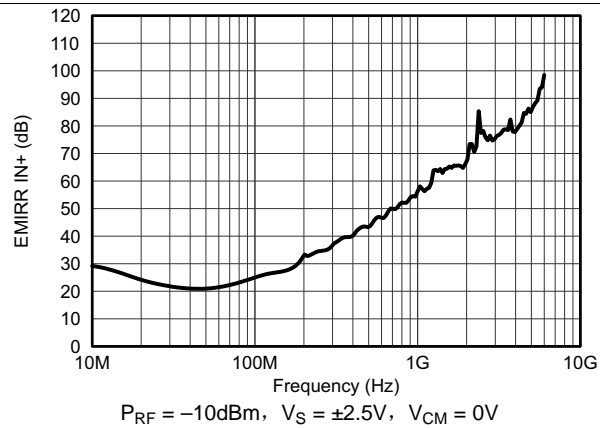

图 13. 以同相输入为参考的
电磁干扰抑制比 (EMIRR)	<a href="#">图 13</a>
德州仪器 (TI) 已经开发出在 10MHz 至 6GHz 扩展宽频谱范围内准确测量和量化运算放大器抗扰度的功能。EMI 抑制比 (EMIRR) 指标允许按 EMI 抗扰性直接比较运算放大器。图 13 说明了针对 TLV314 执行的此测试的结果。还可以在应用报告《运算放大器的 EMI 抑制比》(SBOA128) 中找到详细信息；请从 www.ti.com 下载此报告。